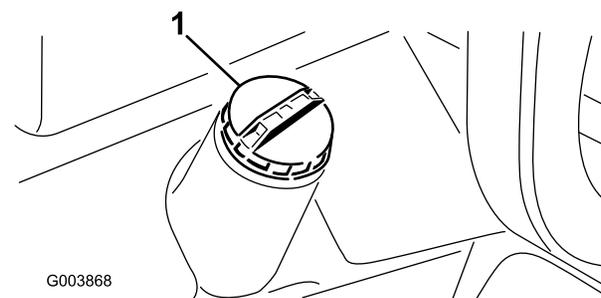

Figure 26
1. Retirez le bouchon du réservoir de carburant (Figure 26).